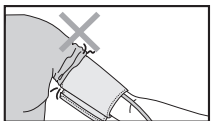

Рис.11
5. Ако запретнете ръкава на дрехата и същевременно притиснете ръката, което ще възпрепятства свободния кръвоток, показанията на уреда може да не отговарят на артериалното ви налягане (рис.11).